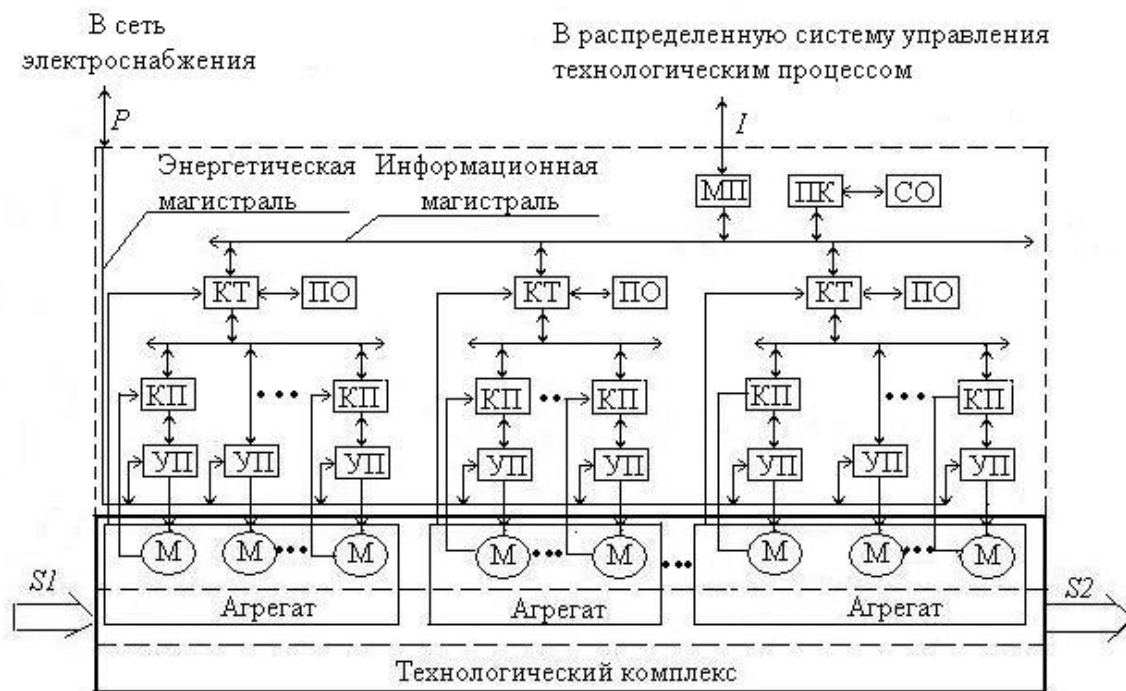

Рис. 2
**Вопрос 2.** Какую функцию *не выполняет* программируемый микроконтроллер привода КП (рис. 2)?